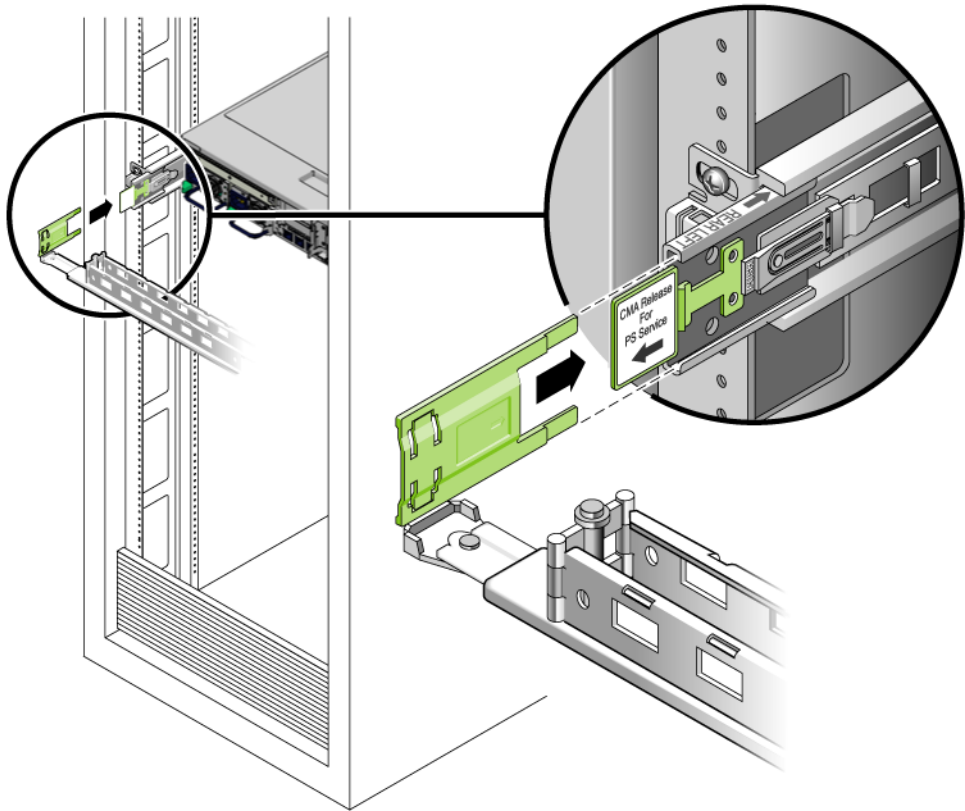

ABBILDUNG 2-11 Anbringen der linken Schienenseite
- 4. Setzen Sie die klappbare Kunststoffverbindung an der linken Seite der Kabelführung ganz in die Schienenverlängerung der Kabelführung ein (ABBILDUNG 2-11).**